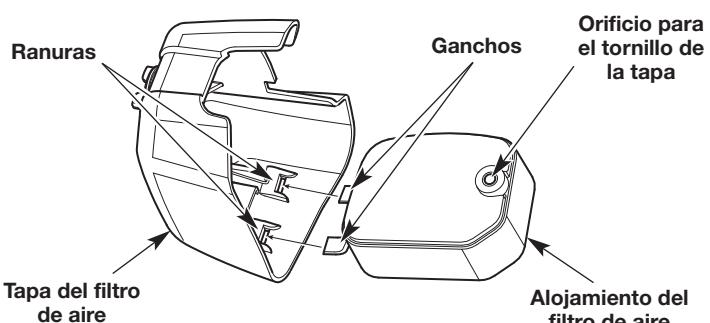

Fig. 15
7. Inserte los ganchos del alojamiento del filtro de aire dentro de las ranuras de la tapa del filtro de aire (Fig. 15).
8. Debe girar la tapa del filtro de aire hacia la derecha y alinear el tornillo de la cubierta con el orificio destinado a dicho tornillo (Fig. 15). Apriete el tornillo de la tapa para sujetar dicha tapa.